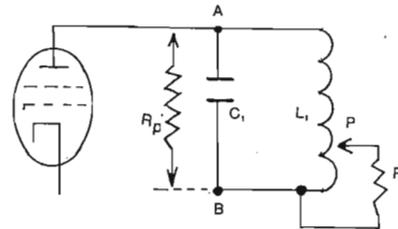

Fig. 1
Fig. 1 - Una bassa resistenza (R) collegata in parallelo ad una porzione delle spire di L , si presenta fra le estremità AB come una resistenza parecchio più alta (R_p).
Il caso più elementare di trasformazione dell'impedenza è quello detto autotrasformatore, rappresentato in Fig. 1, possiamo dimostrare che il collegamento di una bassa resistenza in parallelo ad una porzione dell'induttore, equivale a porre una resistenza proporzionalmente più alta in parallelo a tutto il circuito.
Riferendoci alla Fig. 1; $X_L = 300 \Omega$ il suo Q -a-vuoto = 150; $R = 600 \Omega$. La resistenza di carico del tubo deve essere circa $3,5 \text{ k}\Omega$; pertanto la R (carico dissipatore) va convertita in questa grandezza e contemporaneamente il Q -a-carico deve essere compreso fra 10 e 12. Rapporto fra le spire totali ($A-B$) e quelle del carico (PB) =